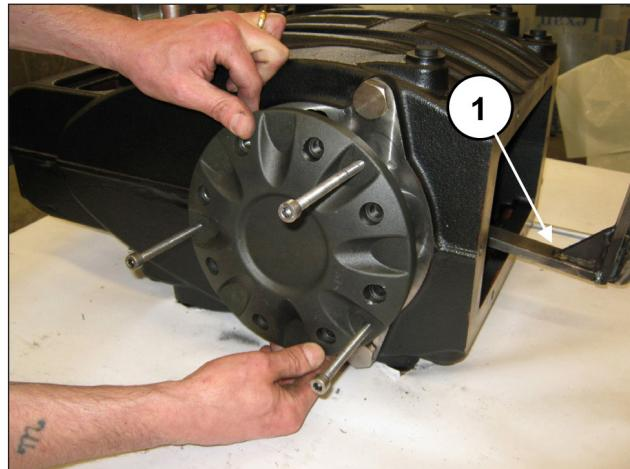

Fig. 30
Déposer le cache roulement en soutenant l'arbre pour éviter tout dommage (rep. ①, Fig. 30).